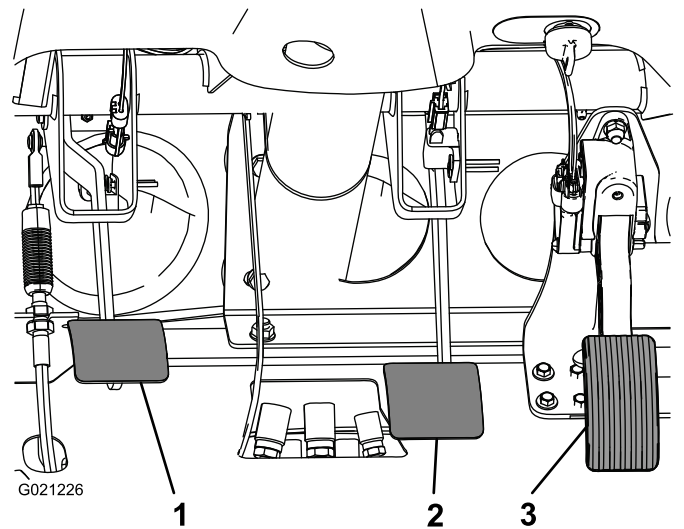

図 65
2. ブレーキペダル図 65を持ち上げてフレームに接触させる。
3. ヨークをマスターシリンダ・シャフトに固定しているジャムナットをゆるめる図 65。